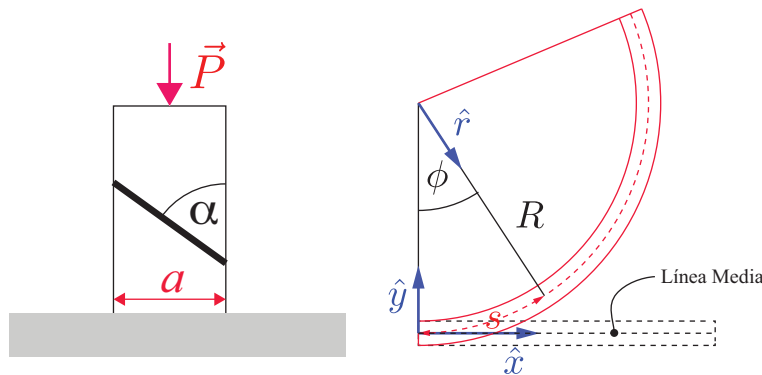

Figure 1: Problemas 3 y 4
3.- Una barra de sección cuadrada de lado a se somete a una compresión dada por una carga $P = 1000$ kg. La barra está formada por dos piezas del mismo metal unidas en un ángulo $\alpha = 50^\circ$ por un pegamento (ver Fig. 1). Cuando el metal falla de manera dúctil soporta como máximo un cizalle de 70 MPa; por otra parte el pegamento falla por cizalle aplicado a lo largo del corte cuando este alcanza un valor de 50 MPa. Suponiendo que la barra está en un estado uniaxial de compresión a pesar de la presencia del pegamento:
4.- Doblamiento. Una barra de sección cuadrada se dobla de manera que su línea media queda curvada a un radio R como se ve en la Fig. 1. Esto se hace de manera que su línea media no